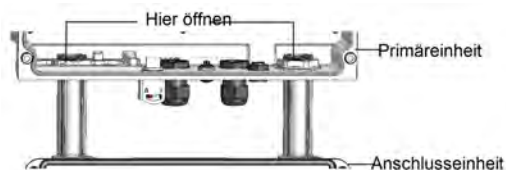

Abbildung 44: Leitermuttern
6. Lösen Sie die beiden Leitermuttern in der Primäreinheit, welche die Anschlusseinheit mit ihr verbinden, siehe *Abbildung 44*.